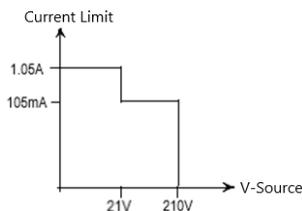

図 1
**V ソースの動作リミット**：下の図1は1象限の動作リミットです。他の象限の動作も同様になります。